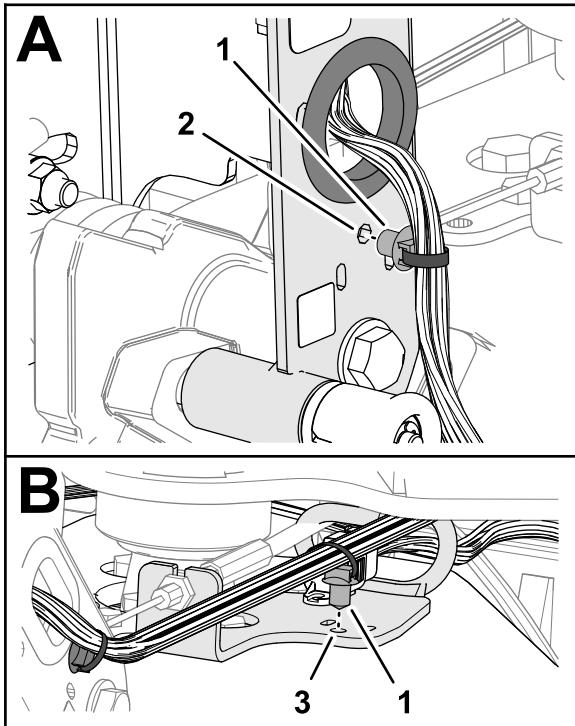

図 10
4. マシンのハーネスの押し込みアンカーを、ハンドルバーのチャネル部材の穴に押し込む図 10。